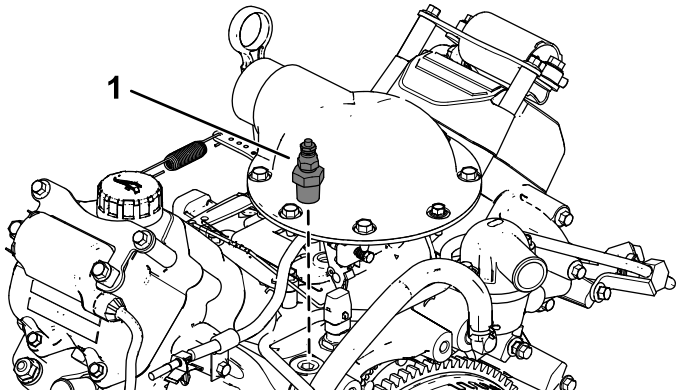

Bild 7
1. Entfernen Sie den Temperaturschalter vom Thermostatgehäuse (Bild 7).